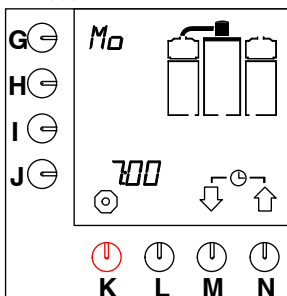

Fig. 11 Exempel aktuell dag och tid
- Den aktuella dagen och tiden visas en kort stund på displayen (fig. 11).
- Den aktuella dagen och tiden visas på displayen (fig. 11).